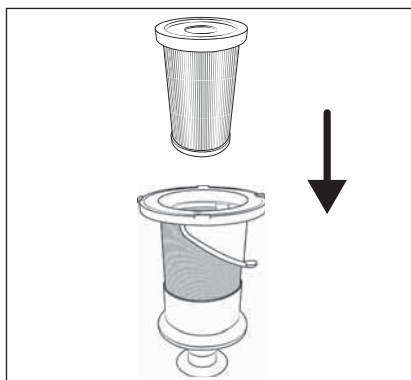

Afb. 26
- 6) Zet het RVS-filter **6** in het vuilreservoir **7** en druk het volledig omlaag (zie afb. 26). Let daarbij op de vergrendelingen met verschillende groottes op het RVS-filter **6**. Het RVS-filter **6** kan door deze vergrendelingen maar in één stand in het vuilreservoir **7** worden geplaatst.